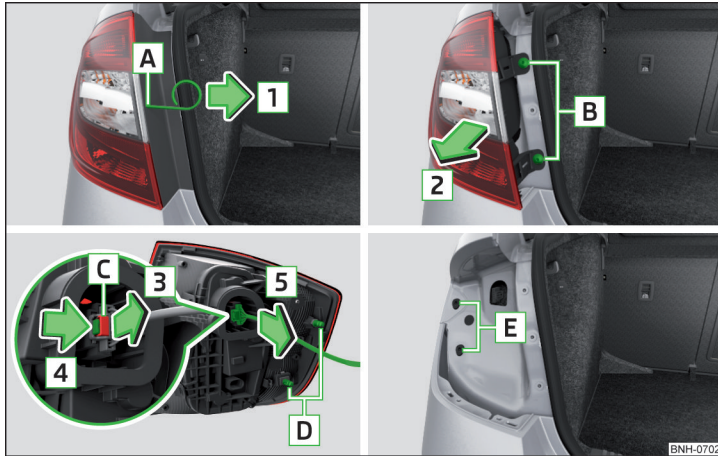

Fig. 269 Demontarea lămpii/scoaterea conectorului
- › Introduceți brida pentru extragerea capacelor integrale de roată în degajarea **A** » fig. 269.
- › Introduceți lampa cu proeminențele **D** în punctele de fixare **E** din caroserie » fig. 269.